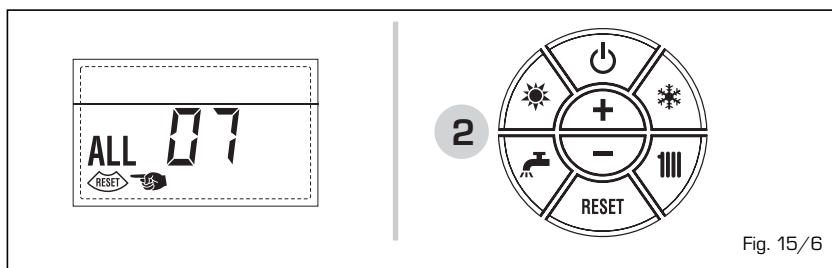

Fig. 15/6
- **ANOMALÍA CIRCULACIÓN AGUA "ALL 09" (fig. 15/8)**